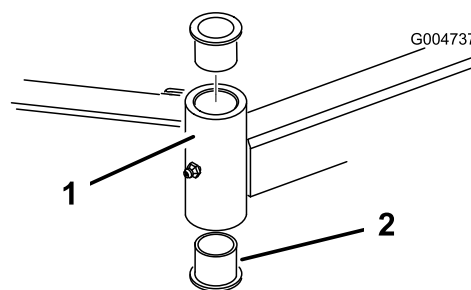

Figura 122
4. Introduza um punção para cavilhas na zona superior ou inferior do tubo de montagem e retire o casquilho para fora do tubo (Figura 122).